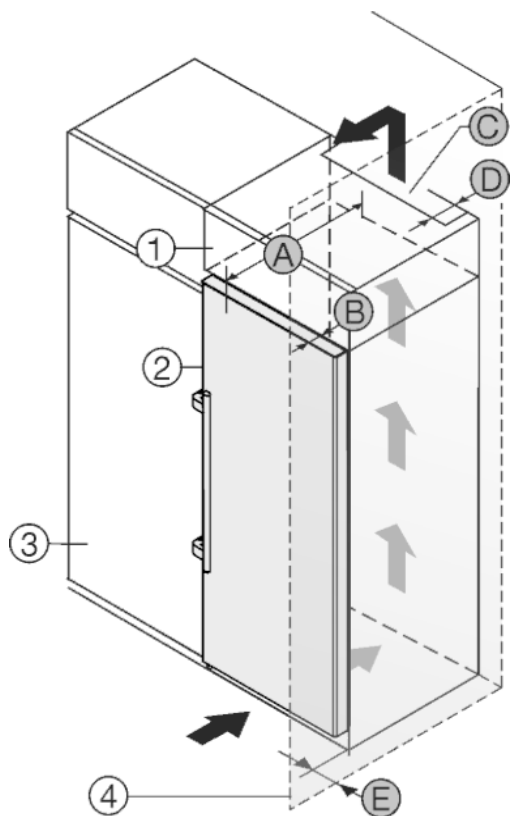

Fig. 19
L'appareil peut être réagencé avec des buffets de cuisine. Pour adapter l'appareil Fig. 19 (2) à la hauteur du coin cuisine, une rehausse Fig. 19 (1) peut être posée sur l'appareil.
L'appareil peut être installé directement à côté du buffet de cuisine Fig. 19 (3). Pour pouvoir ouvrir complètement les portes, l'appareil doit déborder de la profondeur Fig. 19 (B) par rapport à la façade du buffet. L'appareil peut déborder encore plus en fonction de la profondeur des buffets et de l'utilisation de cales d'épaisseur.
- Une sortie d'air avec la profondeur Fig. 19 (D) doit être présente au dos de la rehausse sur toute sa largeur.
- La section de ventilation Fig. 19 (C) sous plafond doit être respectée.
Si l'appareil avec les charnières est installé près d'une paroi Fig. 19 (4), la distance Fig. 19 (E) entre l'appareil et la paroi doit être respectée. Ceci correspond à la saillie de la poignée avec la porte ouverte.